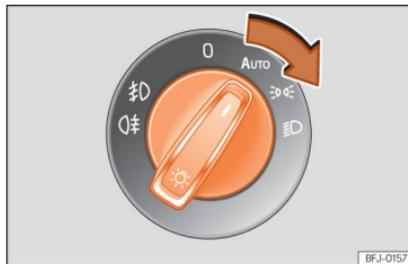

Fig. 93 Painel de instrumentos: comando das luzes.
• Rode o interruptor para a posição desejada »»» Fig. 93.